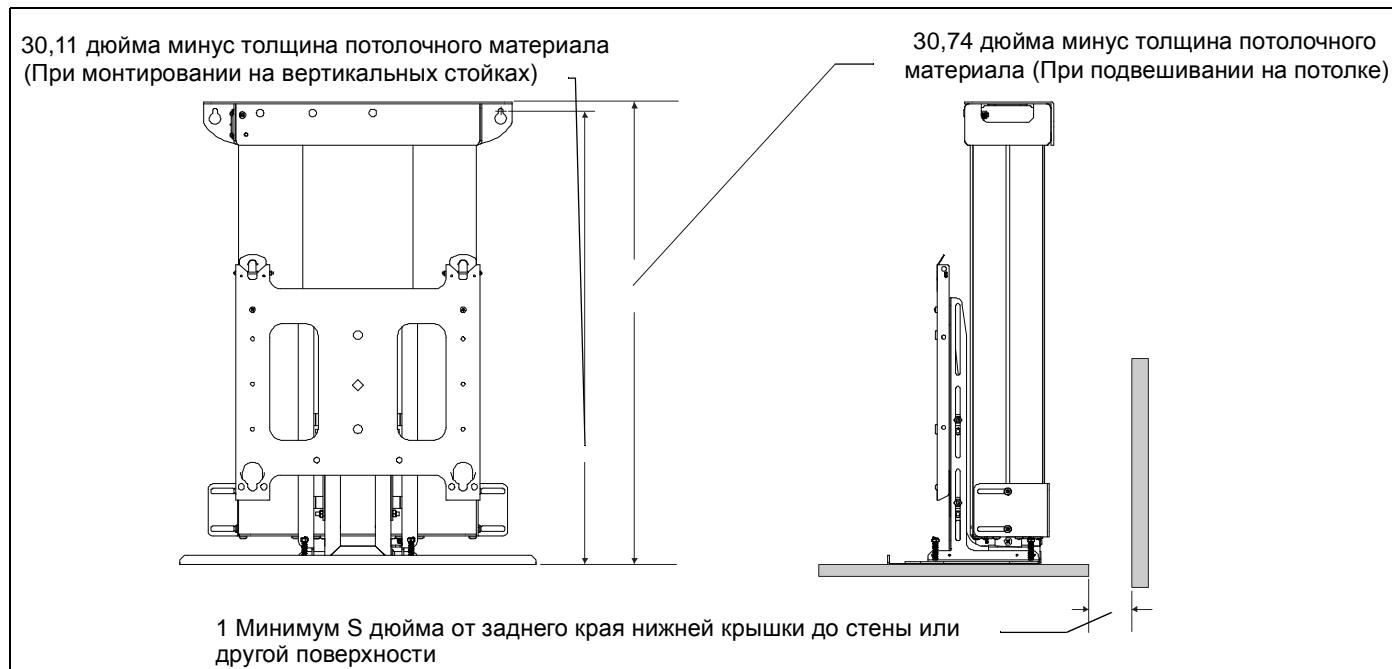
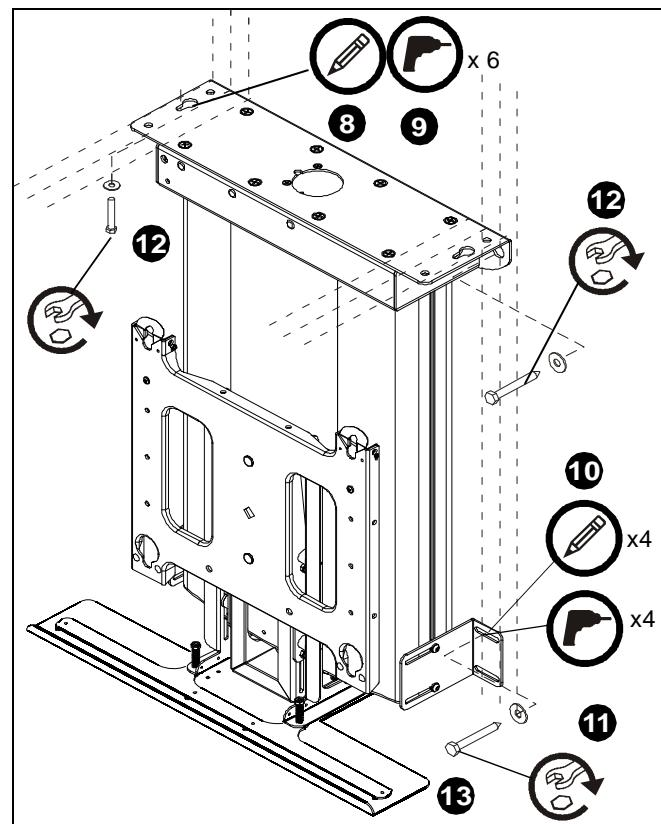

рис. 15
рис. 16
- Выровняйте положение кронштейна по вертикали и горизонтали. (см. рис. 15)
- Ослабьте четыре винта, закрепляющих боковые монтажные кронштейны на кронштейне, и отрегулируйте положение боковых монтажных кронштейнов, чтобы они были правильно расположены по отношению к стойкам. (см. рис. 16)
7. При использовании размеров, указанных на рис. 15, отметьте расположения монтажных отверстий опорной панели. (см. рис. 16)
9. Отметьте расположение четырех монтажных отверстий боковых кронштейнов (если используются). (см. рис. 16)
11. Закрепите опорную панель на структуре с использованием двух (при монтировании в стене) или шести (при монтировании на потолке) плоских шайб 5/16" и двух или шести болтов 5/16" x 2 1/2". (см. рис. 16)
12. Закрепите боковые кронштейны (если используются) на стойках с использованием четырех плоских шайб 5/16" и четырех болтов 5/16" x 2 1/2". (см. рис. 16)